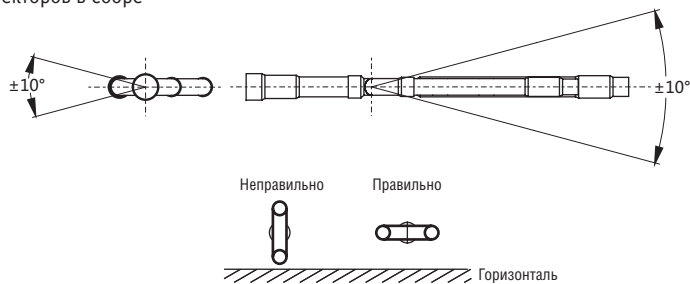

Рис. 4.10
- 3) Коллектор должен быть установлен как можно горизонтальнее, и угловая погрешность не должна превышать  $10^\circ$ . В случае неправильной установки, изображенной на рис. 4.10, возможен тот или иной отказ оборудования.